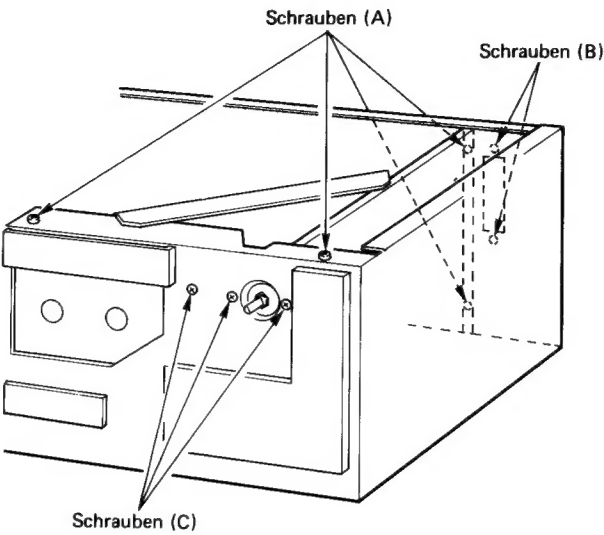

Abb. 3
Des Abstimmrad abziehen. Die vier Schrauben (A), zwei Schrauben (B) und drei Schrauben (C) entfernen, danach die Flachkabelanschlüsse (J201, J701) abziehen. (Abb. 3)